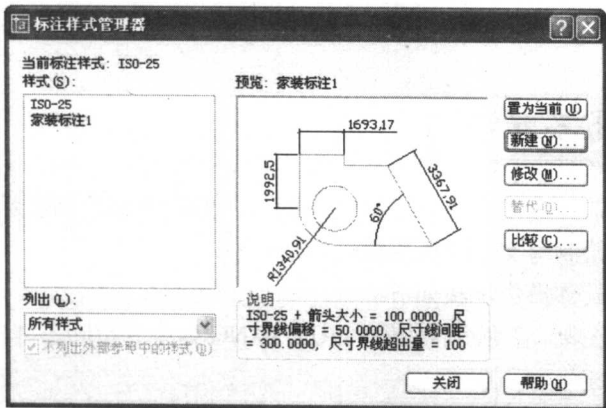

图 1-21 设置完成后的“家装标注 1”样式
(5) 参数设置完成，单击“确定”按钮，返回“标注样式管理器”对话框。此时对话框中显示出新建标注样式的预览图形和有关说明，如图 1-21 所示。